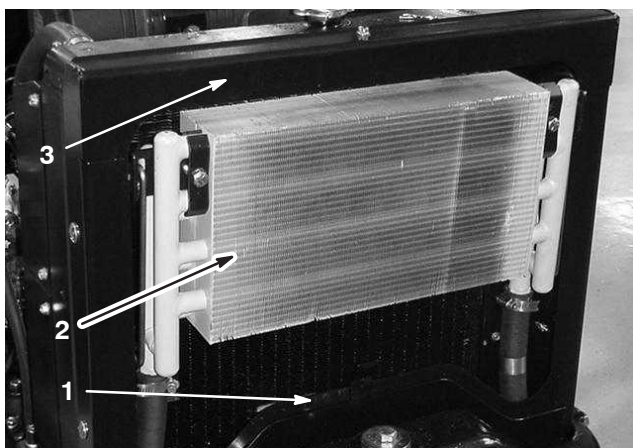

Figure 49
2. Déposez le panneau d'accès (Fig. 49).